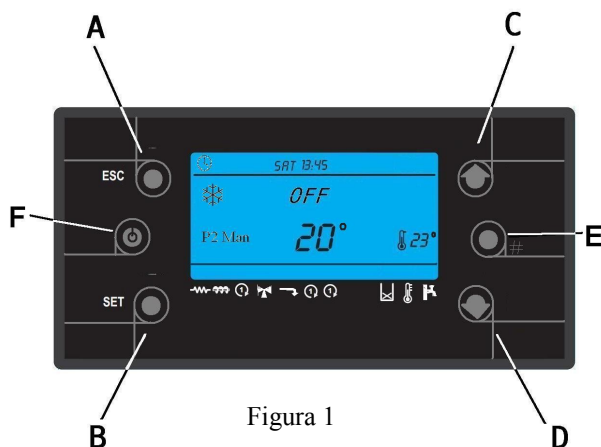

Figura 1
- Encendido Manual: Presionar el botón izquierdo (F) del panel de mandos durante 3 segundos (Figura 1)